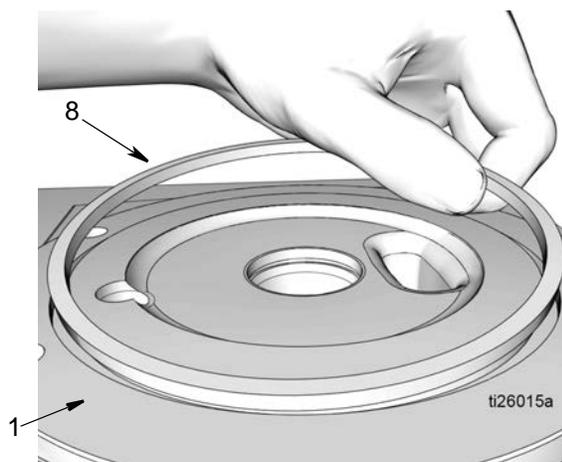

图 44
7. 在方 O 形圈 (8) 上抹上薄薄一层滑脂。将方 O 形圈 (8) 安装在泵底座 (1) 的沟槽中，如图 44 所示。